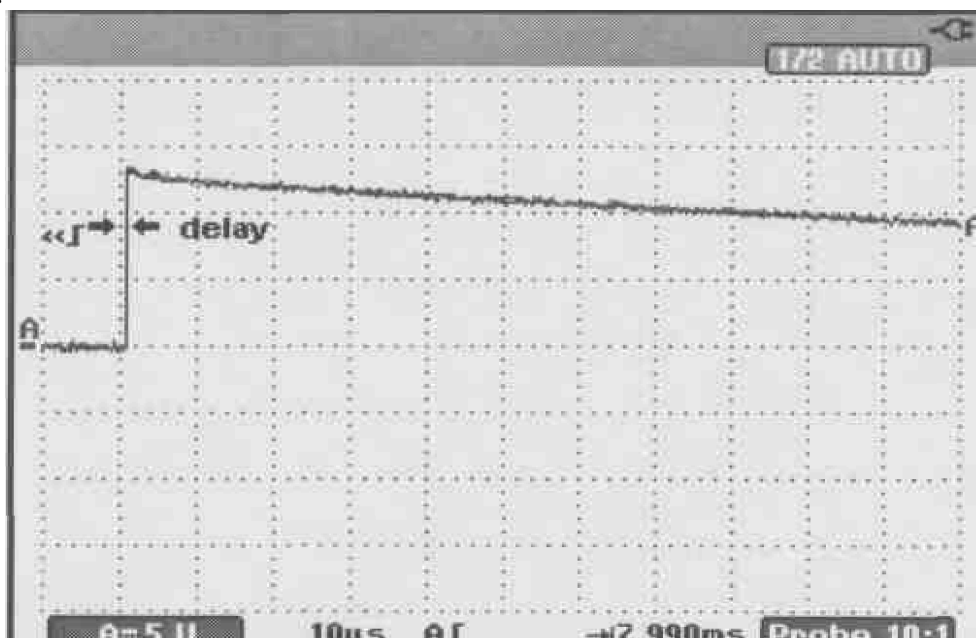

Рис. 5. Определение погрешности измерения временных интервалов.
5. Результат измерения считается удовлетворительным, если отклонение фронта импульса временного маркера от второй вертикальной линии экрана не превышает ± 3 пикселя, что соответствует ± 0.0012 мс. (см. рис. 5).
- Результат измерения считается удовлетворительным, если отклонение фронта импульса временного маркера от второй вертикальной линии экрана не превышает ± 3 пикселя, что соответствует ± 0.12 мкс. (см. рис. 5).